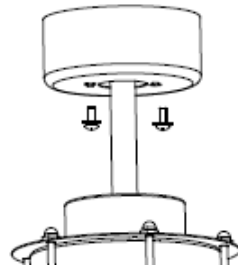

Fig. 7
- Draai de 2 schroeven aan de onderkant van de montagebeugel los. Fig. 7